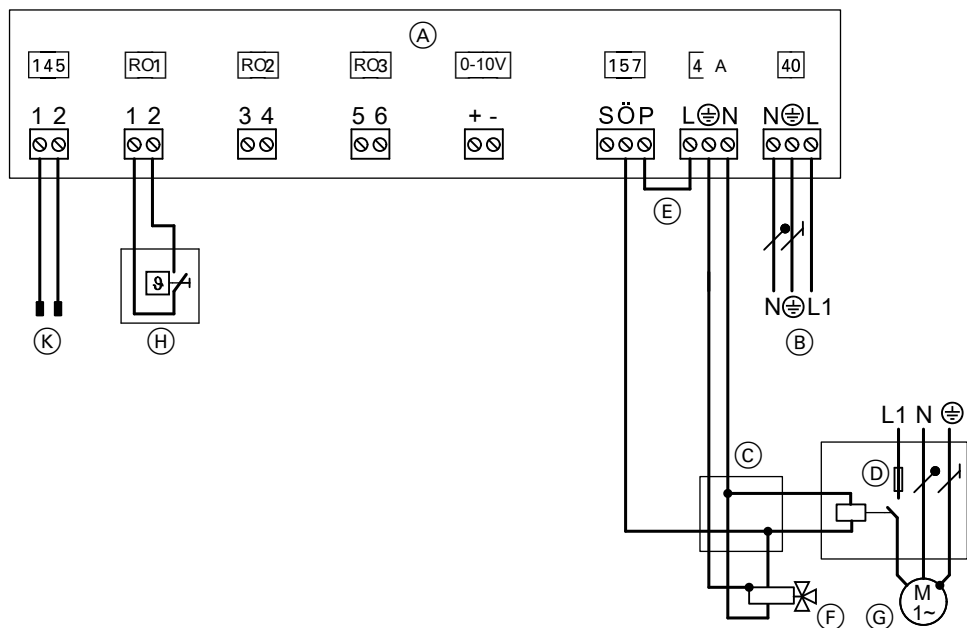

Fig. 41
- Racordurile la extensia EA1 se vor realiza **numai** conform fig. 41.